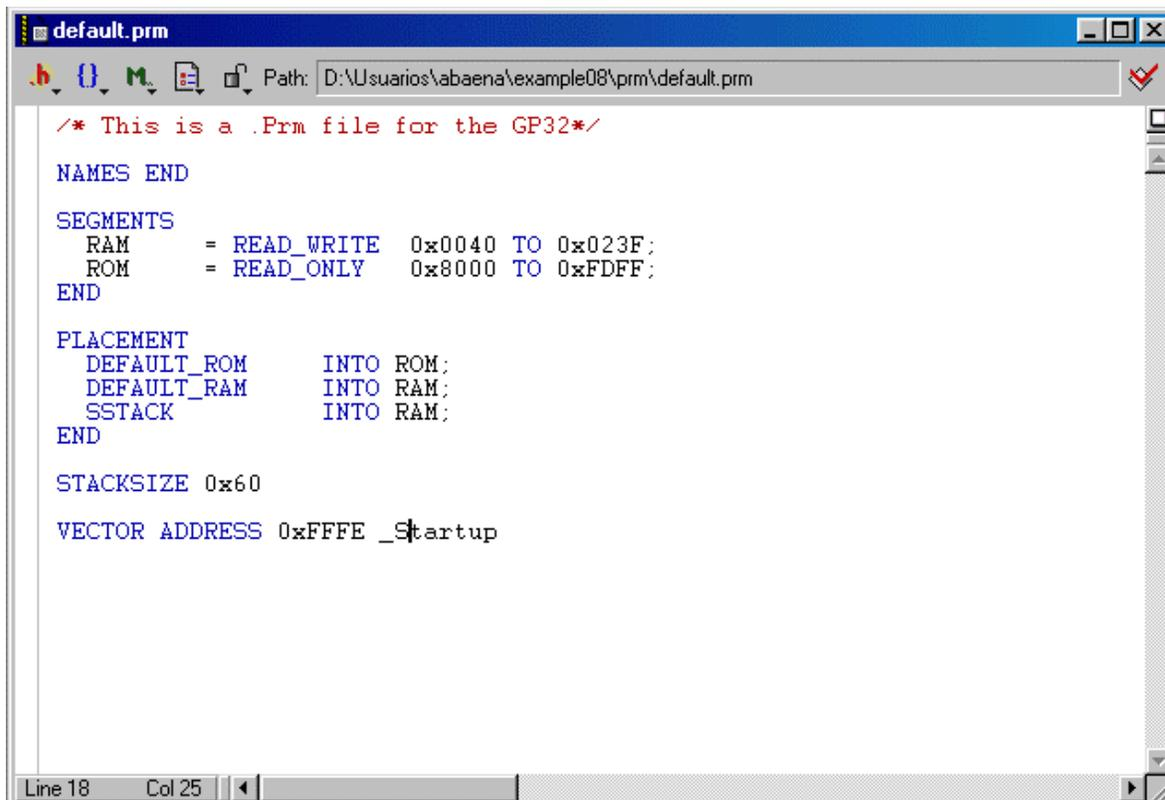

Figura 6. Archivo default.prm después de ser editado
**\_Startup** es la rutina de arranque del microcontrolador, la cual está definida en **Start08.c**. La instrucción **VECTOR ADDRESS** permite definir los vectores de interrupción. Por lo tanto agregue todos los vectores de interrupción que use en su sistema. Más adelante se ilustrara con detalle la implementación de las rutinas de interrupción. En la figura 6 se muestra como debe quedar el archivo **default.prm**. Si lo desea puede descargar el archivo **gp32.prm** (<http://microe.udea.edu.co/cursos/ieo-944/files/hc08/gp32.prm>) que contiene información de todos los vectores de interrupción facilitando la programación de interrupciones.